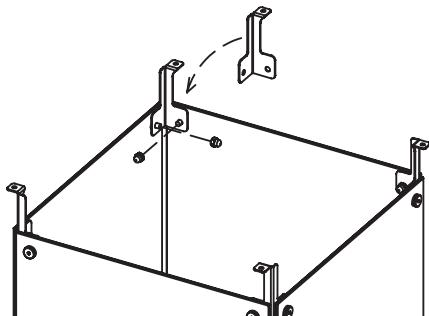

Рис. 16.
13. Вставьте в два монтажных отверстия в нижней части кронштейна верхней крышки винты в верхнем углу крышки из закаленного стекла, а затем затяните винты способом, описанным в шаге 11. По очереди установите оставшиеся 3 кронштейна для крыши (рис. 16).
14. Установите верхнюю крышку на четыре кронштейна верхней крышки и отрегулируйте отверстия для винтов с левой стороны по четырем углам верхней крышки так, чтобы они совпадали с монтажными отверстиями кронштейнов верхней крышки. Закрепите верхнюю крышку и кронштейн с помощью 4 саморезов 4.8×9.5 (рис. 16).